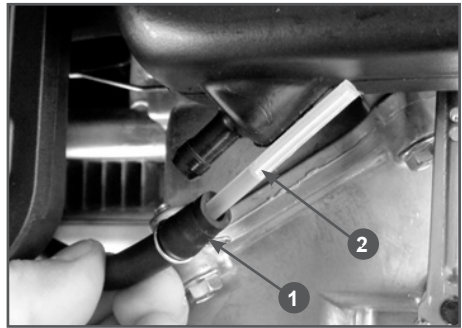

Рис. 19. Фильтр топливный
4. Извлеките из топливного шланга топливный фильтр (Рис. 19).